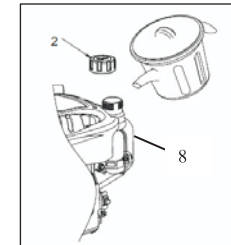

Abb. 5
1. Entfernen Sie die Kappe (2) vom Kraftstofftank.
2. Füllen Sie den Tank bis zur Füllstandgrenze am Hals des Tanks (8) mit Benzin. (Abb. 5)
5. Kapazität (8) Kraftstofftank: 1,2l (0,317 US-Gallonen, 0,263 UK-Gallonen)